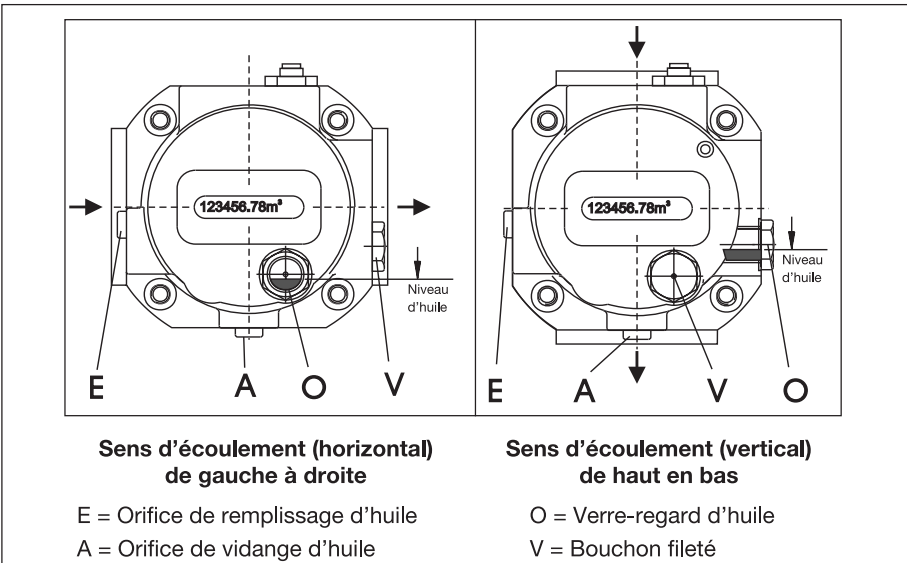

Fig. 8 : Position de montage horizontale et verticale, remplissage d'huile et indication du niveau d'huile (**type RVG-ST**)
- Lorsque le gaz **traverse le compteur horizontalement**, deux orifices de remplissage d'huile (E ou V) sont disponibles. L'orifice de vidange A est placé au point le plus bas. Le verre-regard O est placé sur la face avant du compteur, en dessous du totalisateur (fig. 8 à gauche).
- Lorsque le gaz **traverse le compteur verticalement**, un seul orifice de remplissage (E) est disponible. L'orifice de vidange A est placé au point le plus bas. Le verre-regard est alors placé à droite sur le couvercle du corps avant (fig. 8 à droite).